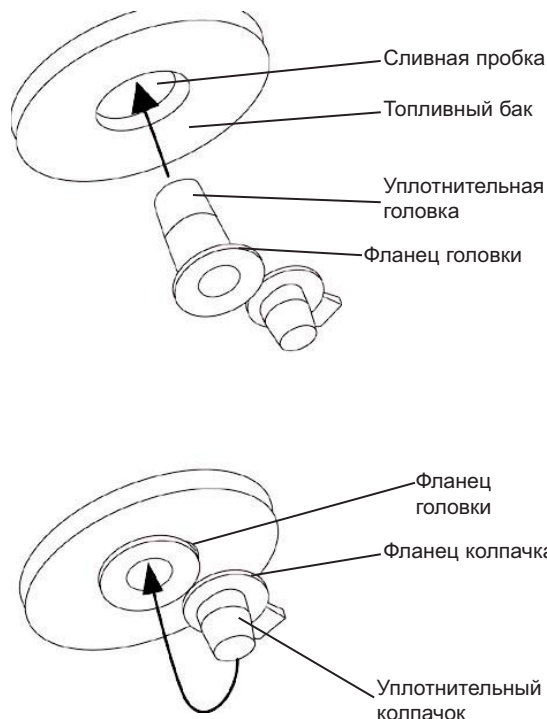

Рисунок 12. Установка сливной пробки на место
4. Чтобы установить пробку на место, вставьте ее в сливное отверстие до упора и зафиксируйте, вставив уплотнительный колпачок в отверстие головки до упора (см. рис. 12).